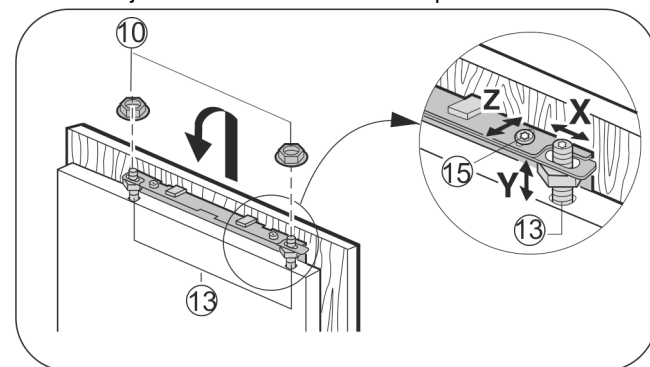

Fig. 27
- ▶ Zavěste dveře nábytku na ustavovací čepy Fig. 27 (13) a na ně volně našroubujte pojistné matice Fig. 27 (10).
- ▶ Nábytkové dveře vyrovnejte ve výšce Y a ve stranovém sklonu: Ustavovací čepy Fig. 27 (13) nastavte šroubovákem.
- ▶ Pojistné matice Fig. 27 (10) dotáhněte.